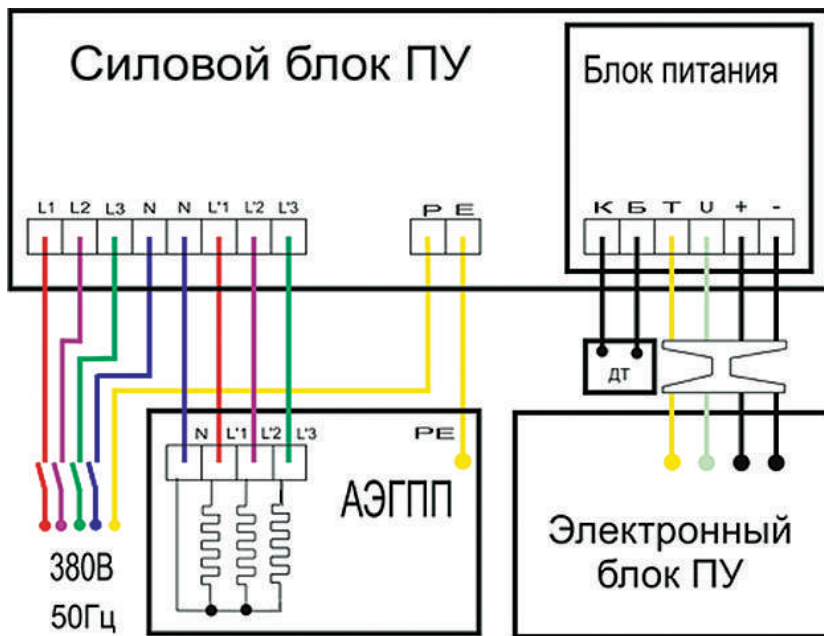

Рис. 2 Электромонтажная схема подключения АЭГПП 9-12-15-18 кВ
2.2.3 Выполнить подключения электрических кабелей в соответствии с Руководством по эксплуатации ПУ. Электромонтажная схема подключения представлена на рис. 2.